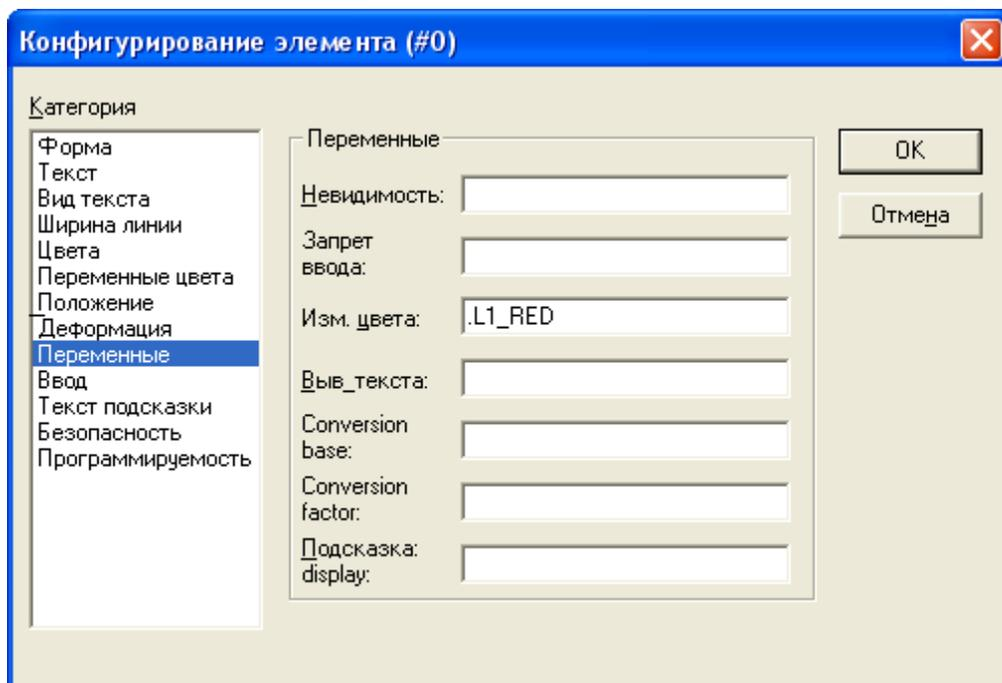

Рисунок 2 – Налаштування елемента візуалізації
- Виберіть категорію **Змінні** і в полі **Зм. кольору** введіть ім'я змінної **.L1_red**. Вводити ім'я змінної зручно за допомогою *Асистента введення* (клавіша <F2>). Глобальна змінна **L1_red** управлятиме кольором намальованого кола (рисунок 2).